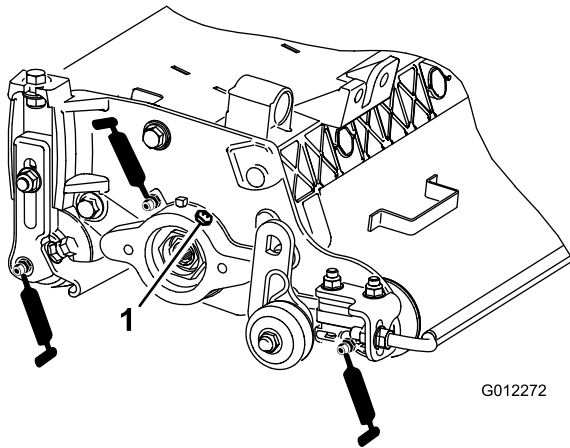

Bild 8
Jeder Vertikutierer hat sechs Schmiernippel (Bild 8), die regelmäßig mit Nr. 2 Allzweckschmierfett auf Lithiumbasis eingefettet werden müssen.
2. Tragen Sie Fett auf, bis sauberes Fett aus den Dichtungen der Rolle und dem Überdruckventil des Lagers austritt (Bild 8).